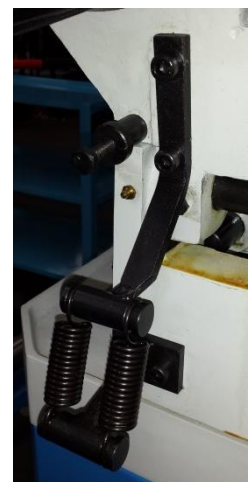

Abb. 2
3. Kippen Sie jetzt den Kopf der Säge vollständig nach hinten. Folgend befestigen Sie den Block mit den beiden Federn (Abb.2), den beiden M10x25Mm Inbus Bolzen und den Ringen.